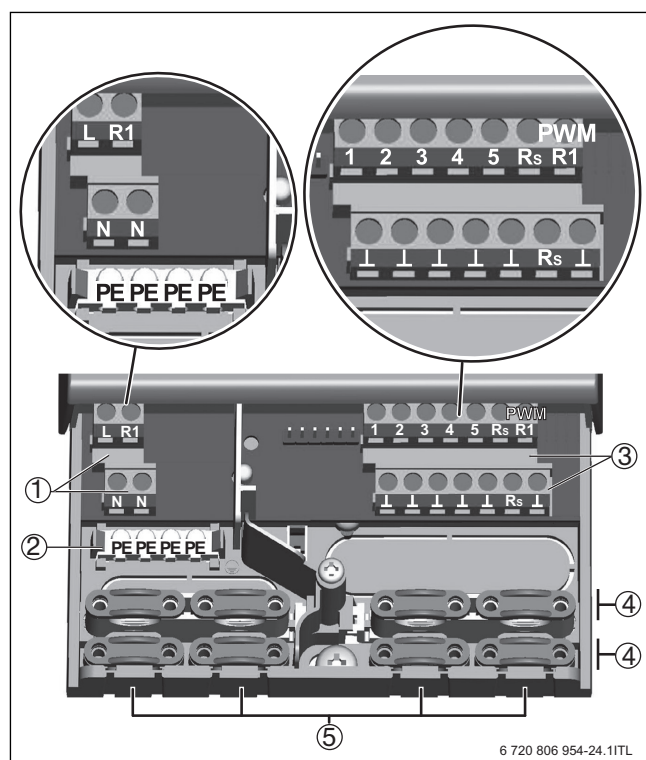

Bild 24 Anschlussklemmen im unteren Teil des Reglers
- Elektrische Anschlüsse nach Anschlussplan vornehmen (→ Kapitel 6.2.1, Tabelle 10 und Bild 24).
Linke Klemmleiste	Netzspannung, 230 V~, 50 Hz (→ Bild 24 [1])
PE (→ Bild 24, [2])	Anschluss sämtlicher Schutzleiter PE
Rechte Klemmleiste	Niederspannung, DC (→ Bild 24 [3])
- Benötigte Leitungsöffnungen (→ Bild 24, [3]) links und rechts mit einem geeigneten Messer einschneiden und ausbrechen.